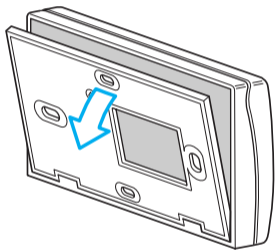
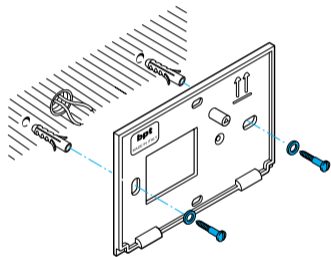
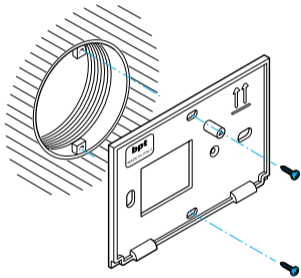

Fig. 5
Fig. 6
Fig. 7
- Togliere il supporto mobile dell'apparecchio (fig. 5) e fissarlo direttamente alla parete (fig. 6), oppure su una scatola da incasso (fig. 7 o fig. 8) riapertando l'indicazione ALTO.